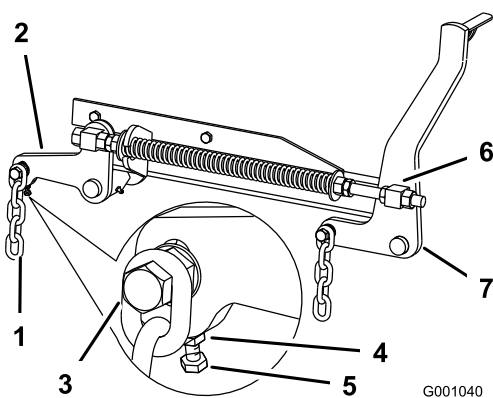

Bild 78
7. Wenn die Werte an den Stellen **B** oder **C** falsch sind, lösen Sie die Schraube, mit der die hintere Kette am hinteren Stützarm befestigt ist (Bild 78).
8. Lösen Sie die Klemmmutter unter dem hinteren Stützarm und stellen Sie die Einstellschraube so ein, dass Sie einen Wert von 79 bis 83 mm erhalten (Bild 78).
7. Lösen Sie die Klemmmuttern der vorderen Drehzapfen, vorne am rechten und linken Drehzapfen, um ungefähr 13 mm (Bild 78).
8. Stellen Sie die Hubmutter auf der linken und rechten Seite der Maschine ein, um einen Wert zu erzielen, der vorne an Stelle **A** um 6 bis 10 mm niedriger ist als hinten an Stelle **B** (Bild 78).